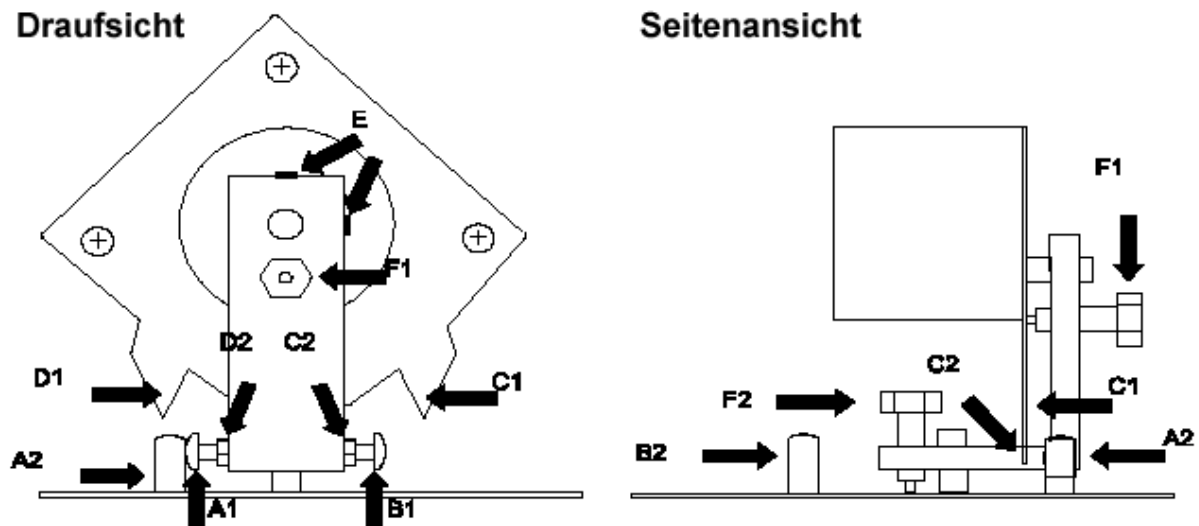

Abb.2: Justierung der Schrittmotoren
1. Bewegen Sie den Spiegel über den Controller in der linken oberen Ecke, während die Justierschraube (A1) wie in Abb. 2 dargestellt am oberen mechanischen Anschlag positioniert wird.
1. Bewegen Sie den Spiegel über den Controller in der linken oberen Ecke, während der obere mechanische Anschlag (C1) wie in Abb. 2 gezeigt an der Ecke des Spiegelhalters (C2) positioniert wird.
2. Lösen Sie die beiden Madenschrauben (E), mit der die Achse des Motors fixiert ist. Beachten Sie, daß der Motor nicht aus seiner vertikalen Lage verschoben wird.